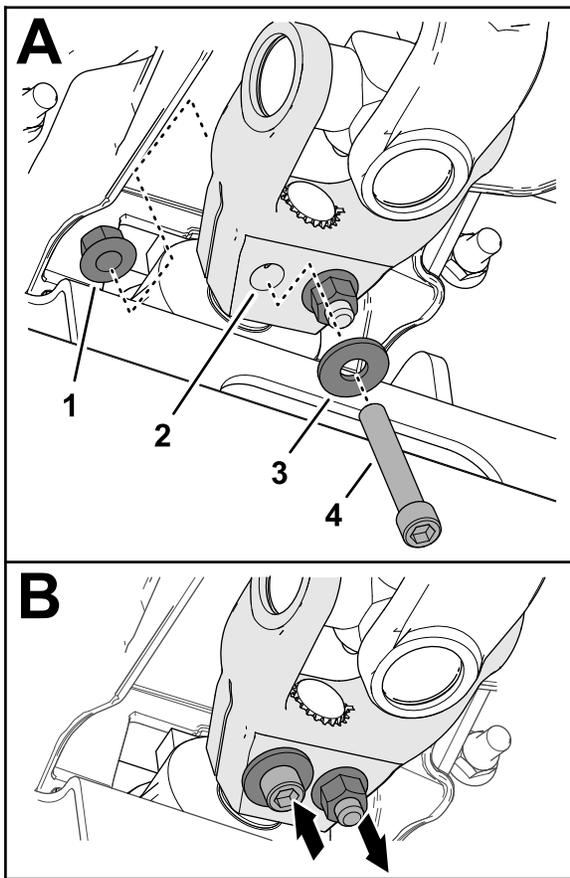

図 19
6. ソケットヘッドキャップスクリュー $\frac{3}{8}$ x $2\frac{1}{4}$ " にワッシャ $\frac{3}{8}$ " を通し、駆動シャフトのヨークの穴 図 19 に通して、フランジロックナット $\frac{3}{8}$ " で固定する。
- ソケットヘッドキャップスクリュー $\frac{3}{8}$ " x $2\frac{1}{4}$ "にワッシャ $\frac{3}{8}$ "を通し、駆動シャフトのヨークの穴 図 19 に逆方向から通して、フランジロックナット $\frac{3}{8}$ "で固定する。